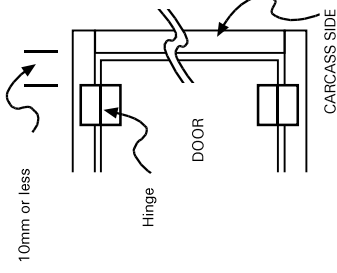

FIG 3
- The position of the hinges from the edge of the door is not critical but should ideally not be further away than 10 mm. (see Fig. 3). Remember that on opening the door the glass between the hinge and the carcass moves into the cupboard and care must be taken prior to bonding that the contents or the shelves inside the cupboard will not interfere with the operation of the door/doors.
- Die Position des Scharniers sollte nicht weiter als 10 mm von der Türkante sein (s.Abb.3). Bitte beachten Sie, dass beim Öffnen der Tür sich das Glas zwischen dem Scharnier und dem Korpus nach innen bewegt, und das z.B. Glasböden nicht an dieser Stelle montiert werden. Einschwenkbereich abziehen!